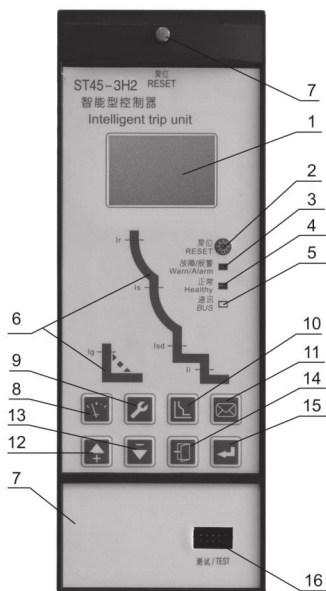

图12
4.8.14 TW30-3M, 3H型智能控制器（液晶显示）面板见图12